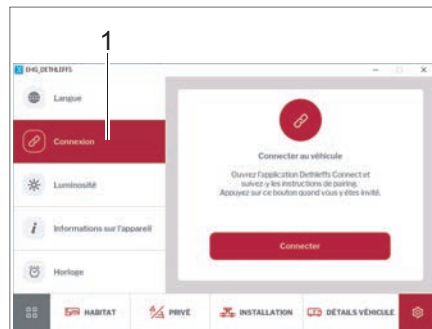

Fig. 266 Connexion
- Appuyer sur la touche *Connexion* (Fig. 266,1). Une instruction apparaît et explique comment connecter l'appareil mobile avec le véhicule, voir également le chapitre 9.17.1.